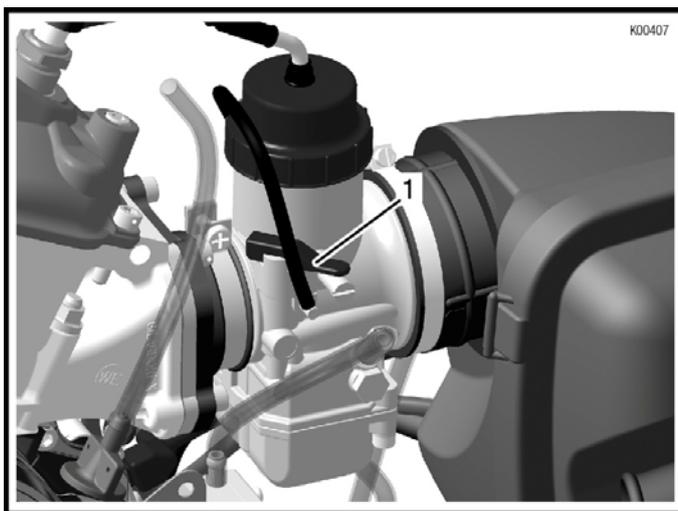

Fig. 5
- ➡ エンジンが冷えている場合、チョークレバー(pos.1, Fig. 5)を垂直方向に動かす。